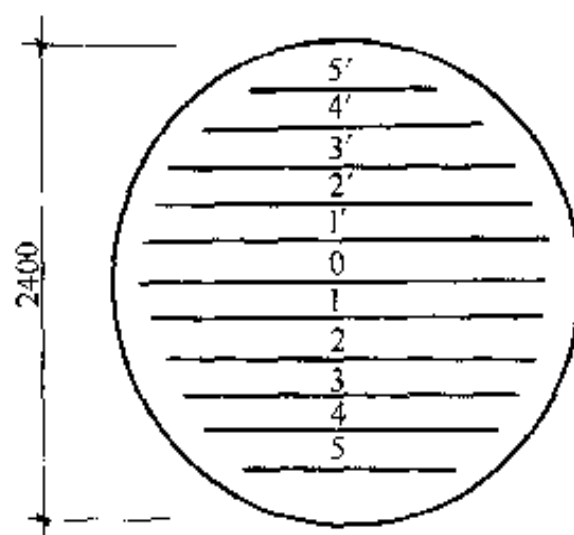

图 7-15 圆板钢筋布置
**[例 7 5]** 钢筋混凝土圆板, 直径 2.4m, 钢筋沿圆直径等间距布置如图 7-15 所示, 两端保护层厚度共为 50mm, 试求每根钢筋的长度, 并拟定表达格式。